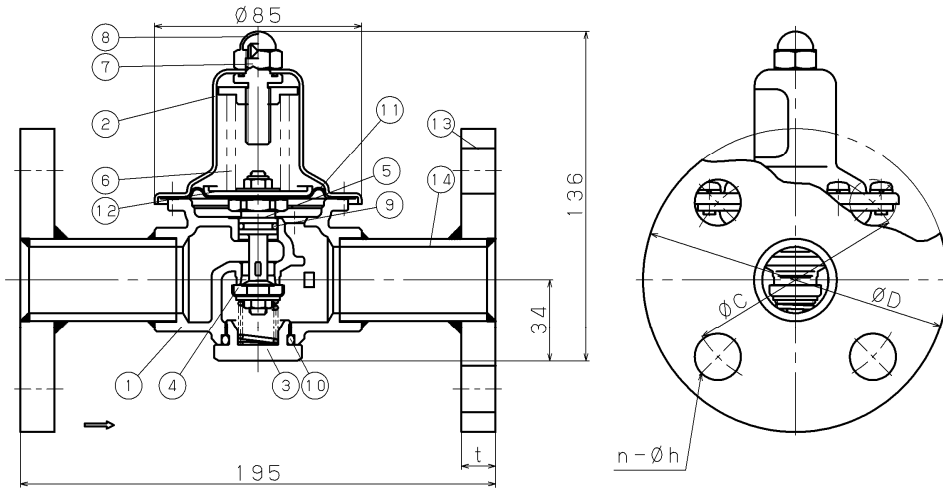
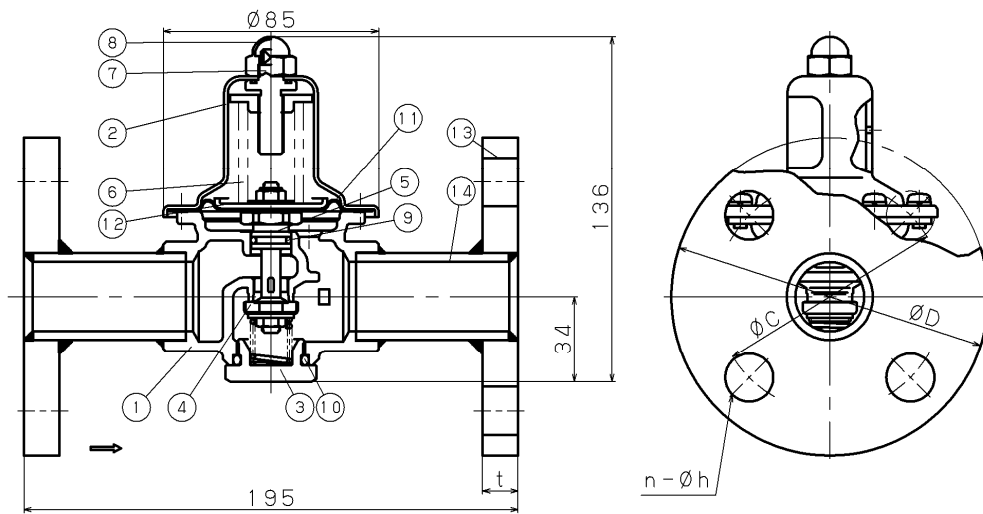

図 3.GD-43-10 型、GD-43N-10 型
図 4.GD-43G-10 型
3.2 GD-43-10 型, GD-43G-10 型(図 3, 図 4, 表 3, 及び表 4.参照)